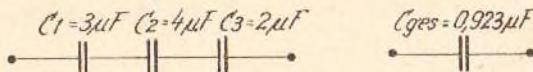

Abb. 139
**Beispiel 2:** Wie groß ist die Gesamtkapazität einer Schaltung nach Abb. 139, wenn die Kondensatoren